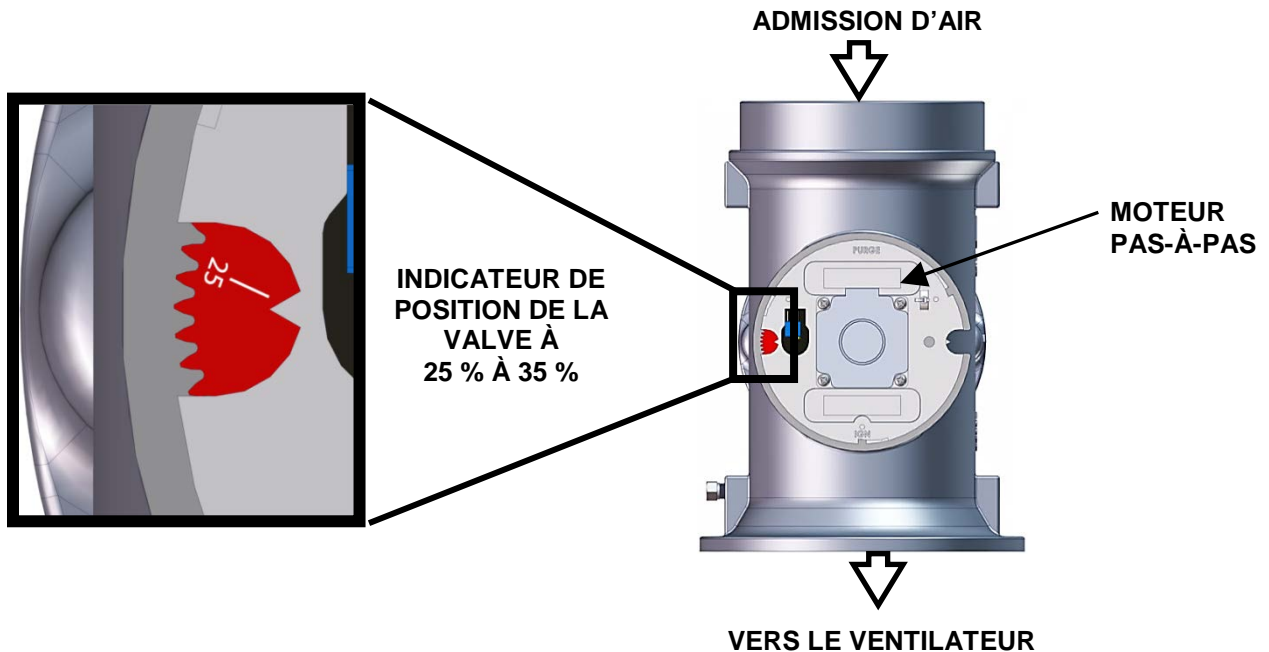

Figure 3-6. Valve air/gaz à la position d'allumage
- (a) La valve air/gaz pivote à la position de feu de démarrage faible et ferme le commutateur de démarrage. L'indicateur de la valve air/gaz (figure 3-6) indiquera entre 25 et 35 pour indiquer que la valve se trouve à la position du feu faible.